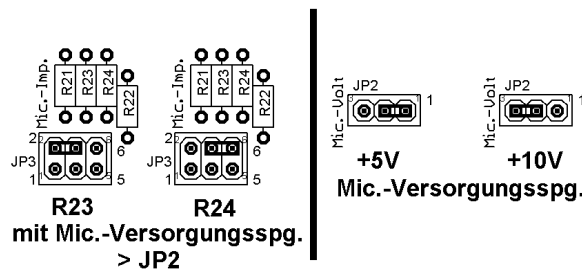

Bild 11
1. Die Wahl der Eingangsimpedanz an JP3 mit Verwendung der Versorgungsspannung, z.B. für eine Elektretkapsel: Auswahl von R23 oder R24, über den eine gewählte Versorgungsspannung auf den Eingang gegeben wird (Bild 11) und dessen Größe durch die Anforderungen der Elektretkapsel bestimmt wird. Ein typischer Wert ist 10 kOhm. An JP2 können 5V oder 10V gewählt werden. Ein typischer Wert ist 10V.